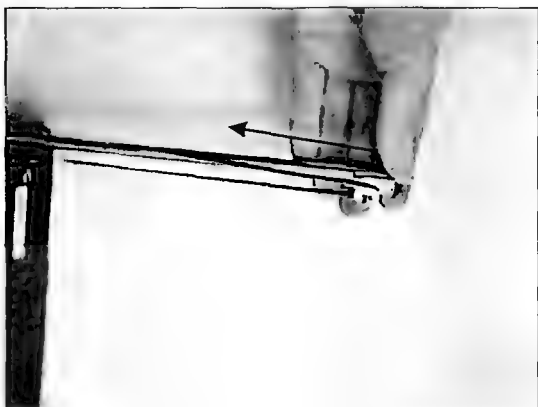

Рис. 9.18
- Нажимают на подпружиненное колесо (рис. 9.18) и снимают ремень с колес привода.